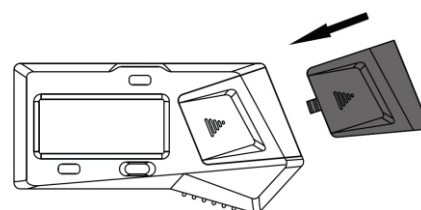

Abb. 3
- » Schließen Sie die Batteriefachabdeckung (Abb. 3).